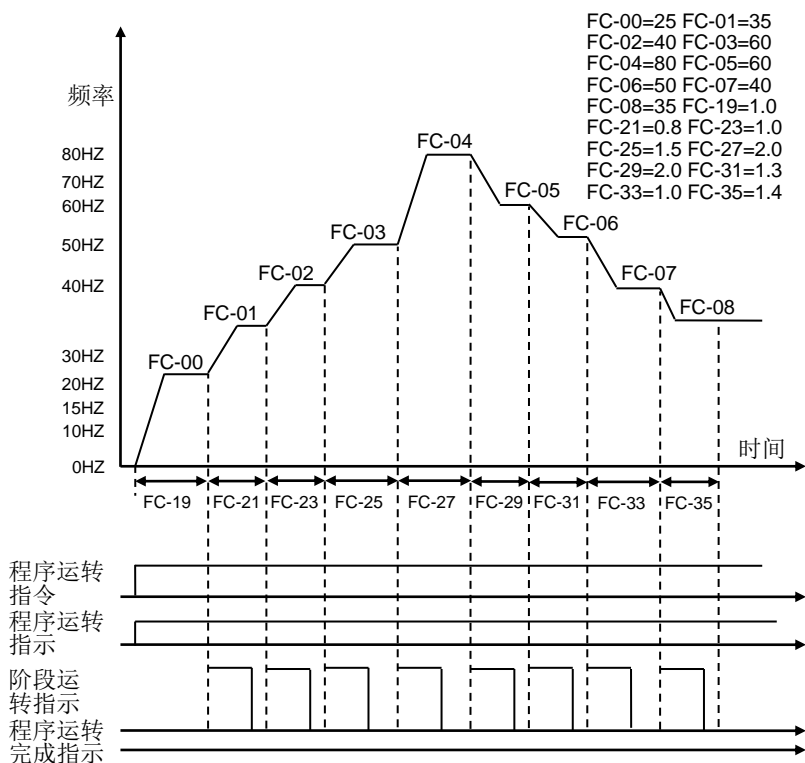

图 6-41A
- **动作说明：**如图 6-41A 所示，当 F0-02=1、FC-16=1、FC-17=9、FC-18=N 时，变频器从第一段频率（FC-00）开始运行，直到运行最后一段频率（FC-08），且一直按最后一段频率运行，当接收到停止命令时停止运行。